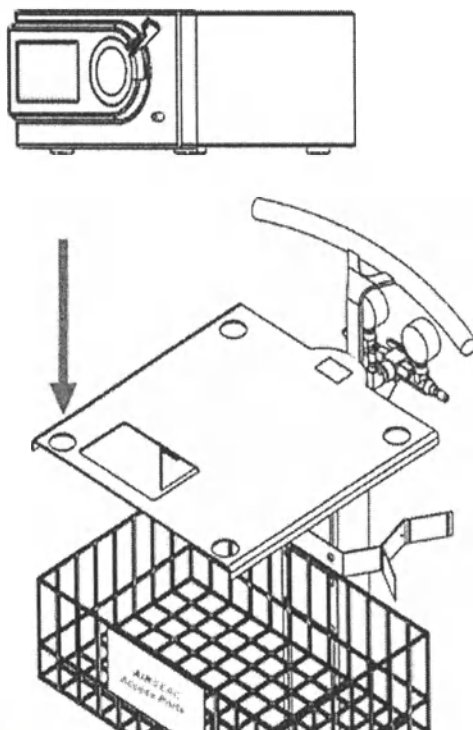

Рис. 4.4. Размещение модуля CONMED AirSeal iFS на полке
- Убедитесь, что ножки модуля AirSeal iFS вставлены в отверстия для его фиксации на полке iFS, см. рис. 4.4.